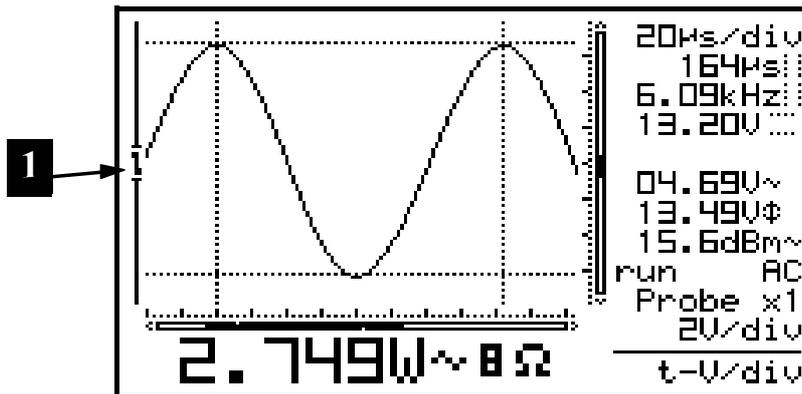

Fig 36
- Alterar a base de tempo ou a sensibilidade desliga automaticamente o modo auto range. (Fig 36)